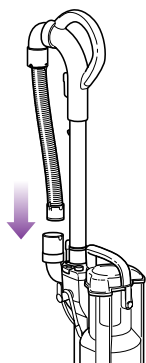

Fig. 3
- 4 Inserte la manguera extensible dentro del conector de la manguera en la parte de atrás de la unidad. Verifique que se trabaje en su lugar. (Fig. 3)